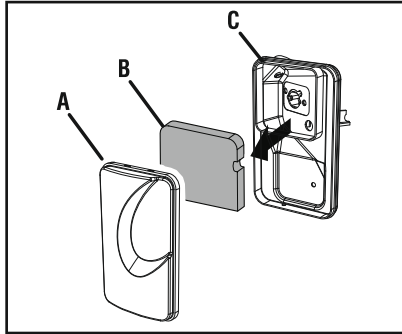

Рисунок 42 – Воздушный фильтр
- Снимите защитный экран воздушного фильтра и вытащите фильтр (рис.42).